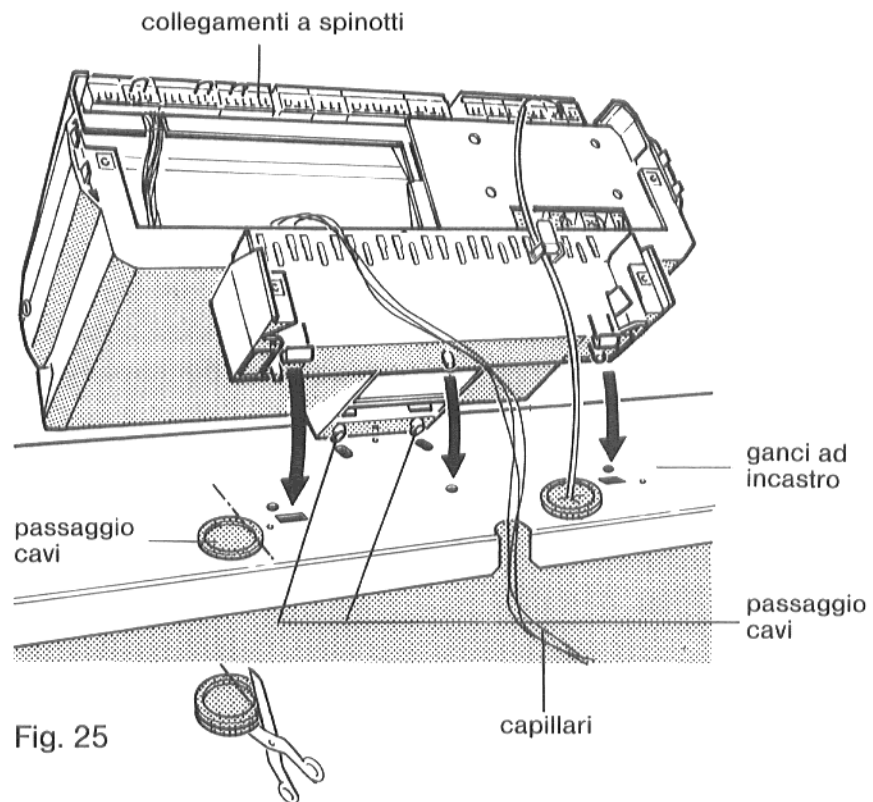
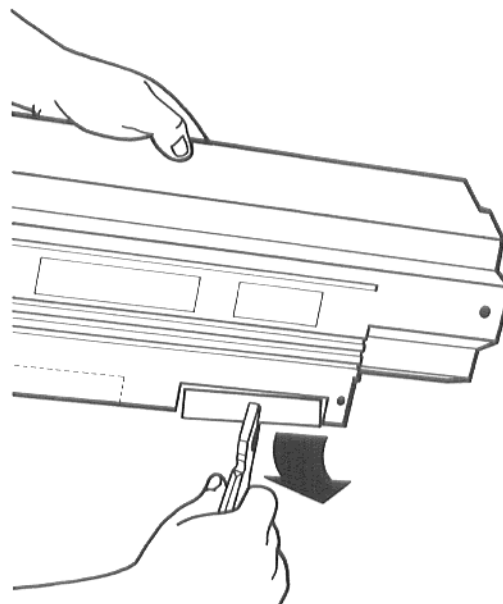

Fig. 25
Fig. 28
Passare il **cavo bruciatore** dal basso attraverso i passaggi cavo elastici sul coperchio caldaia anteriore (pag. 22, Fig. 25).
- Posizionare l'apparecchio di regolazione in modo da poter introdurre i ganci che si trovano sul fondo dell'apparecchio di regolazione nei fori ovali sul retro del coperchio anteriore della caldaia (Fig. 25).
- Tirare in avanti l'apparecchio di regolazione premendo verso il basso finché i due ganci elastici non fanno presa negli alloggiamenti rettangolari (Fig. 25).
- Disporre i capillari nel ritaglio del coperchio anteriore della caldaia (Fig. 25).
Se i cavi non hanno posto nei passaggi cavi del coperchio caldaia anteriore (Fig. 25), staccare i segmenti amovibili della parete posteriore del vano cavi (con HS 3220) risp. del listello coprimorsettiera (con HS 3320/3321) come illustrato in Fig. 28. Introdurre i cavi da dietro nell'apparecchio di regolazione.